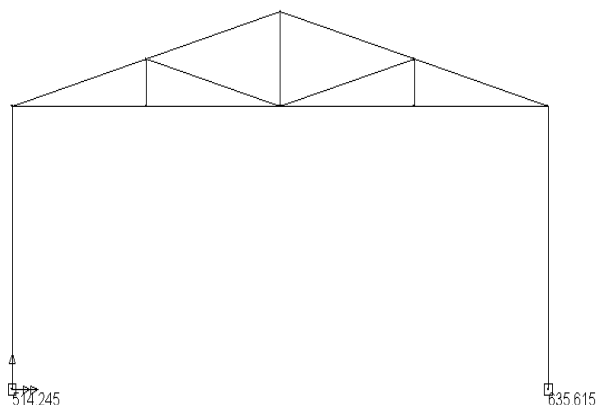

Fig. 66
- pe ecran vor fi afișate valorile reacțiunilor moment pentru cazul activ de încărcare (fig. 66)